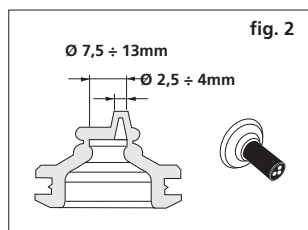

fig. 2
- Une fois la coulée effectuée, procéder au montage comme suit: Ouvrir l'appareil en desserrant les 4 vis du verre, enlever le réflecteur (2 vis) et introduire le câble d'alimentation à travers la membrane. (fig.2)
- Pour les installations en extérieur, il est obligatoire d'utiliser (CEI EN 60598-1; CEI 20-40/CENELEC HD 516 S1) un câble flexible en néoprène de type H07RN-F d'un diamètre compris entre 7,5 et 12 mm. Les câbles isolés en PVC, avec une gaine extérieure en PVC ou différents de celui préconisé ne sont pas admis. Procéder comme indiqué sur la fig. 2 pour coupler correctement le câble et la membrane du câble.